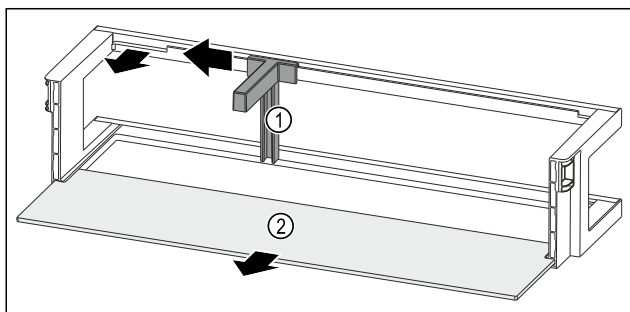

Fig. 276 Dørhylle med flaskeholder og oppstillingsplass
- Skyv flaskeholderen Fig. 276 (1) frem til fordypningen til side.
- Fjern flaskeholderen Fig. 276 (1).
- Fjern oppstillingsplassen Fig. 276 (2).